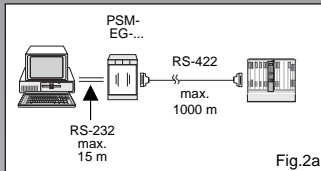

Fig.2a
- **Interface adaptation** (Fig. 2a) between an RS-232 interface and an RS-422 interface.
- **Adaptation d'interfaces** (Fig. 2a) entre une interface RS-232 et une interface RS-422.
- **Adaptación de interfaces** (fig. 2a) entre un interface RS-232 y un interface RS-422.